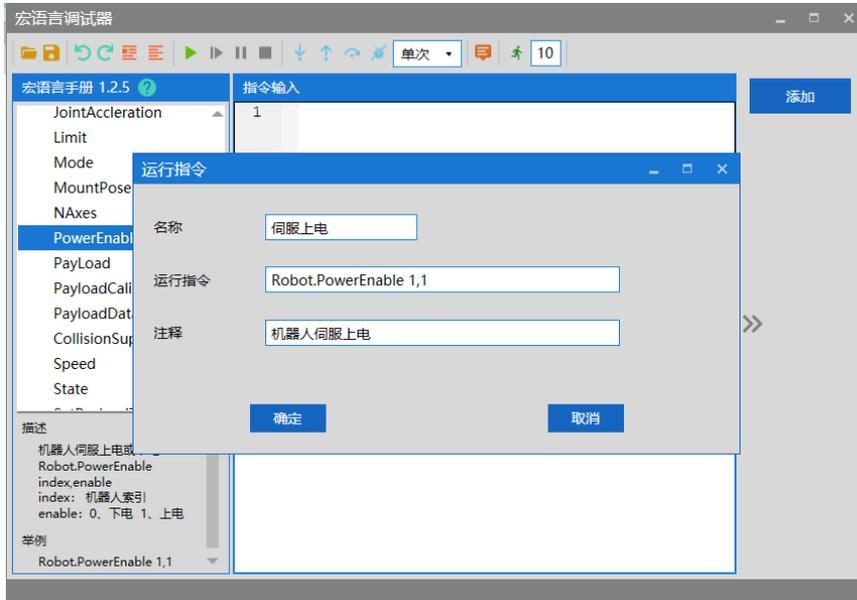

图 6-11 自定义编辑界面（ARM）
**步骤2** 点击右方<添加>按钮，出现运行指令对话框，在该界面输入框中键入指令名称“伺服上电”、运行指令内容“Robot.PowerEnable 1,1”、注释“机器人伺服电机上电”，对所需指令进行编辑，如图 6-11 所示。